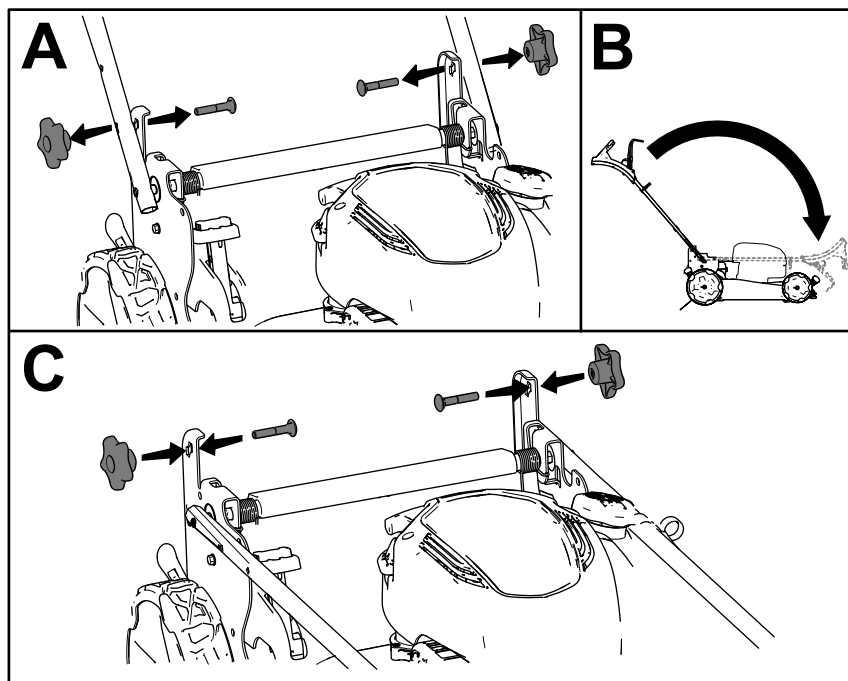

Рисунок 19
1. Снимите и сохраните 2 ручки рукоятки и 2 каретных болта с кронштейнов рукоятки (вид А на Рисунок 19).
2. Сложите рукоятку, повернув ее вперед (вид В на Рисунок 19).
3. Установите, не затягивая, ручки рукоятки и каретные болты на кронштейны рукоятки (вид С на Рисунок 19).